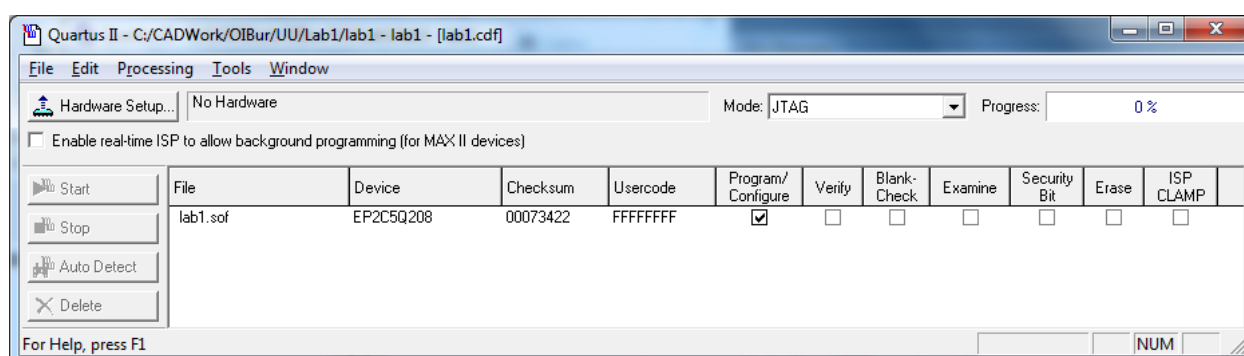

Рис. 1.9. Вид окна Programmer
6.3. Выполнить программирование кристалла с использованием утилиты Programmer. Она вызывается пиктограммой  на панели инструментов менеджера проекта, либо соответствующей командой меню Tools. Окно программирования представлено на рис. 1.9.